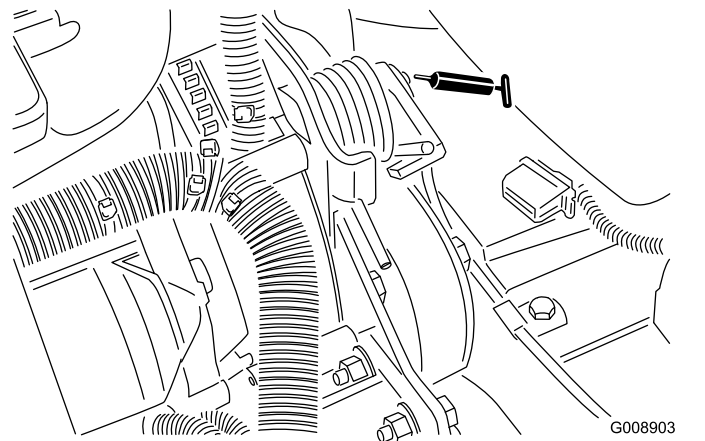

Figure 58
- Pivot de tension de courroie (Figure 58)